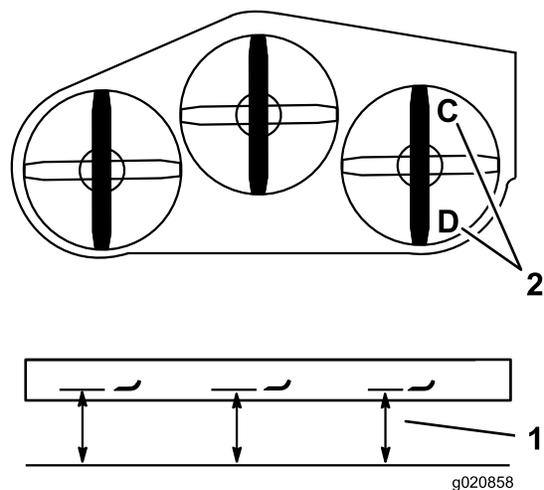

Рисунок 83
1. Расположите правый нож в продольном направлении (Рисунок 83).
2. Измерьте высоту правого ножа в точке **С** от горизонтальной поверхности до режущей кромки на конце ножа и запишите результат измерения (Рисунок 83).
3. Измерьте высоту правого ножа в точке **Д** от горизонтальной поверхности до режущей кромки на конце ножа и запишите результат измерения (Рисунок 83).
Примечание: Нож газонокосилки должен быть на 6–10 мм ниже в точке **С**, чем в точке **Д** (Рисунок 83). Если результат измерения неверный, перейдите к следующим пунктам.
2. Расположите правый нож в продольном направлении (Рисунок 83).